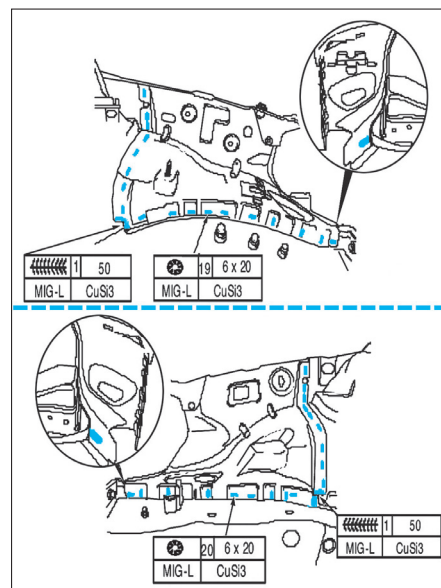

FIG. 5
- Souder le passage de roue (fig. 5).